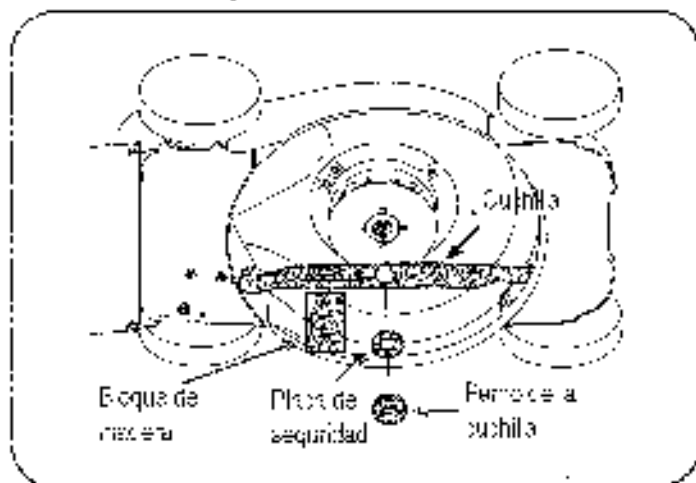

Figura 12
3. Afloje y saque el perno de la cuchilla, la placa de seguridad y la cuchilla. Ver la Figura 12.